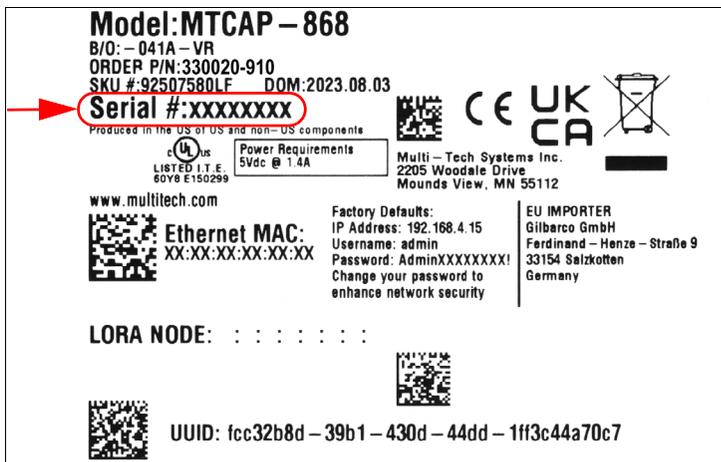

Figura 17. Ejemplo de etiqueta del gateway: número de serie
4. Lea el número de serie del gateway en la etiqueta de la parte posterior de la unidad. El número de serie se encuentra en la etiqueta, como se muestra en la Figura 17.
5. Lea el número de serie del gateway de sustitución en la etiqueta de la parte posterior de la unidad (véase la Figura 17).